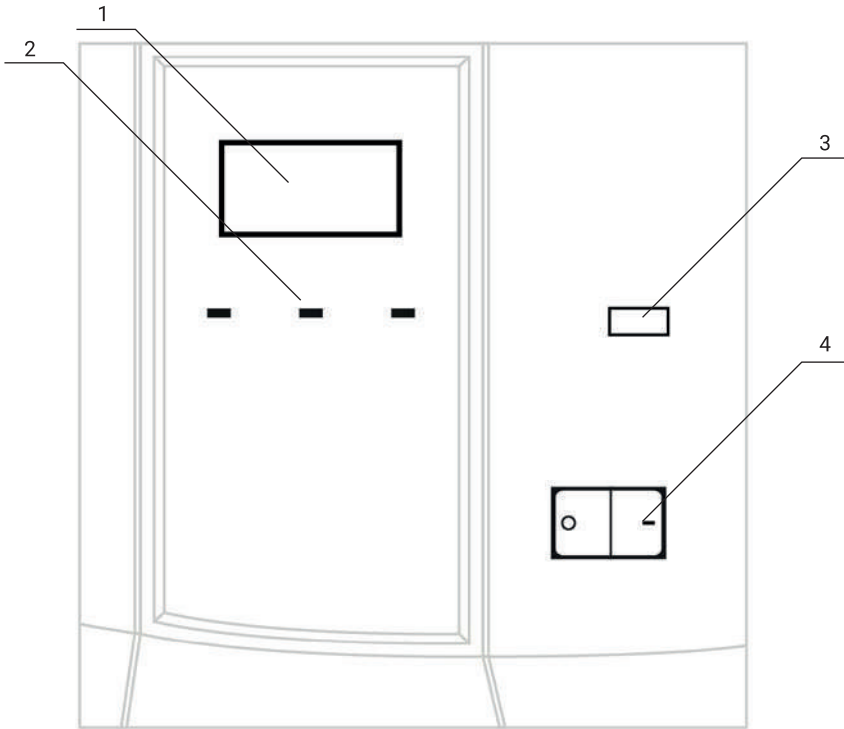

Рис.1
Расположенный на передней панели вольтметр в зависимости от положения кнопки 3 рис. 1 отображает значение входного или выходного напряжения.
4. Установить Выключатель «СЕТЬ» в положение «Вкл.» на 6 секунд. Индикатор выходного напряжения должен показывать 220В (1, рис.1).
5. Установите Выключатель в положение «Выкл» (4, рис.1).